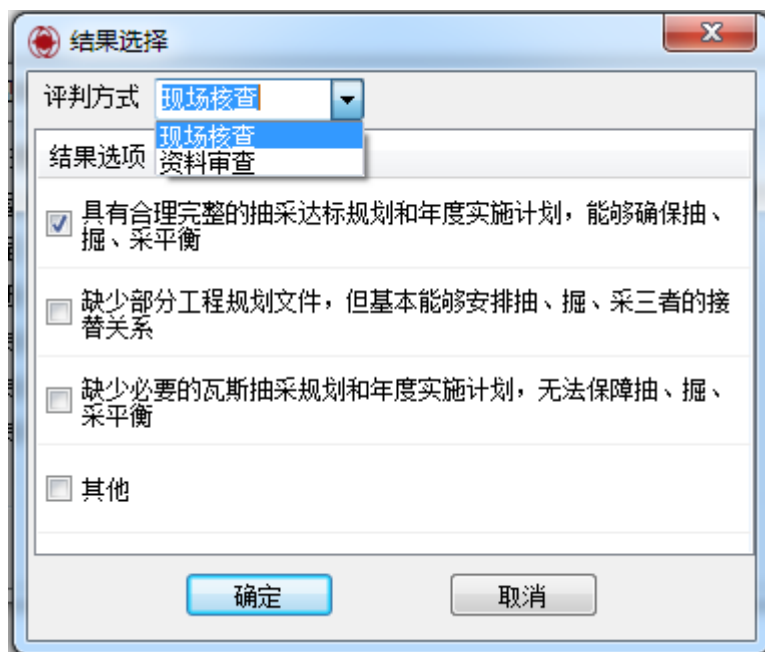

图 4-6 瓦斯抽采达标规划和年度实施计划管理文件结果对话框
2. 点击“确定”将出现图 4-6 所示瓦斯抽采达标规划和年度实施计划管理文件结果对话框。